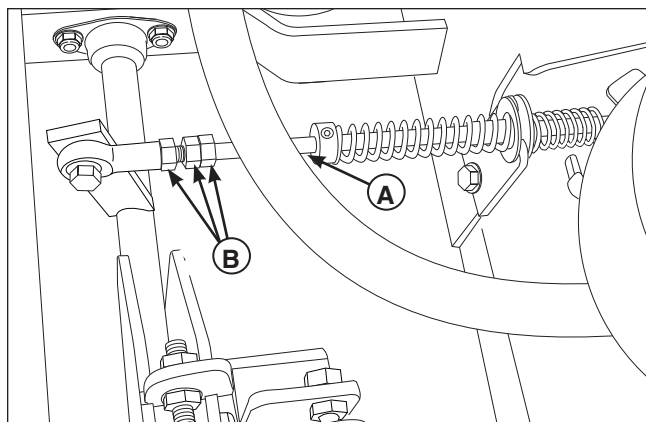

Figura 35. Ajuste de neutral
2. Existen tres tuercas (B, Figura 35) en el brazo de acoplamiento. Las primeras dos se usan conjuntamente para girar el brazo y la tercera (hacia el frente de la máquina) se usa para fijar el brazo en su lugar. Afloje la contratuerca en la junta esférica (B) y gire el brazo de acoplamiento (A) para ajustarla. Si la máquina se arrastra hacia adelante, gire el brazo A LA DERECHA (viendo desde atrás de la máquina hacia adelante); si la máquina se arrastra hacia atrás, gire el brazo A LA IZQUIERDA.
3. Apriete la contratuerca (B) en la junta esférica cuando haya logrado que esté en neutral.